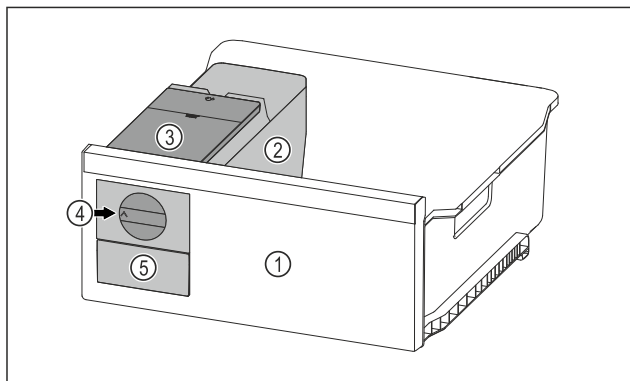

Fig. 70 Ilustrační zobrazení
- Otočte otočný knoflík Fig. 70 (4) ve směru hodinových ručiček až na doraz.
- Kostky ledu padají z misky na kostky ledu do zásuvky na kostky ledu Fig. 70 (5). Pokud se ze misky na kostky ledu neuvolní všechny kostky ledu: